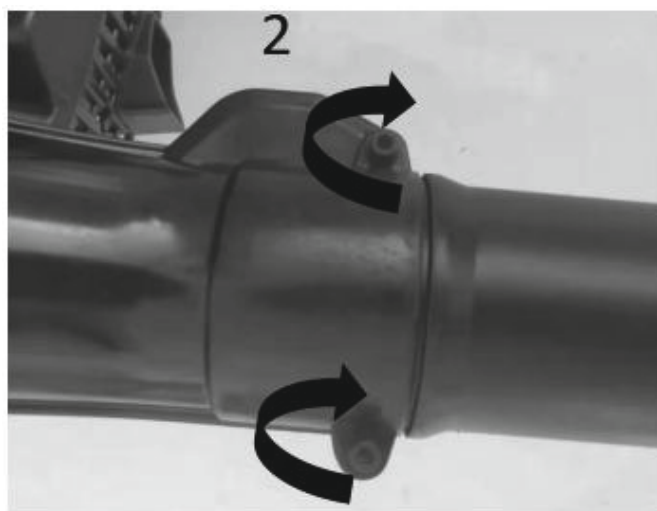

Рисунок 2
- затем затяните два винта (рис.2).